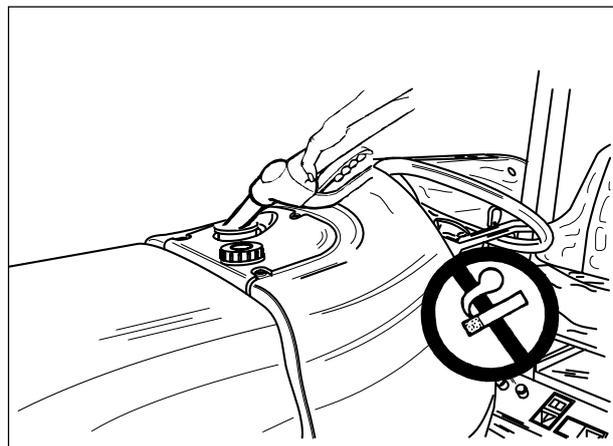

Fig.2-7
- **NÃO** fume durante o abastecimento. Não aproxime chamas livres (Fig.2-7).